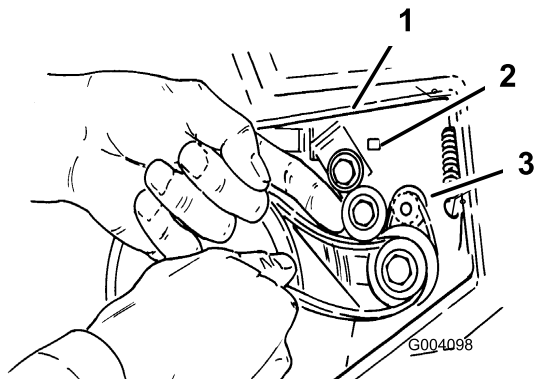

Bild 20
5. Legen Sie den neuen Riemen auf die kleine Spannscheibe (Bild 20).
6. Heben Sie den Spannarm hoch und schieben Sie den Riemen unter die Spannscheibe (Bild 20).